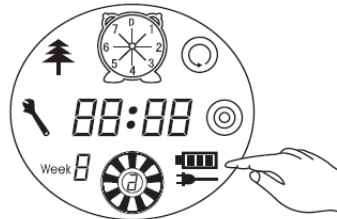

Figure 5
6. Nachdem die Batterie aufgebraucht ist, wird der erste Balken des Ladesymbol flackern, wenn der zweite und dann der dritte Balken flackert zeigt es das es am Aufladen ist. Wenn es aufhört zu flickern dan bedeutet es das es Geladen ist. (Siehe 4 und Abbildung 5 Abbildung)